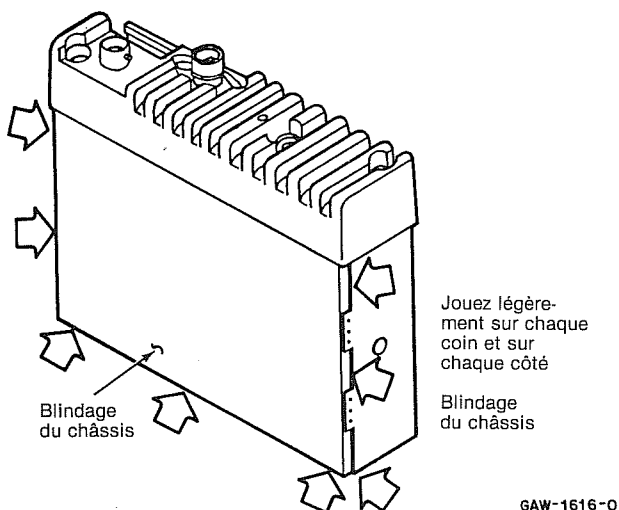

Figure 10
(2) Déposez le couvercle de châssis en jouant légèrement sur chaque coin et sur chaque côté (voir figure 10). Faites attention de ne trop tordre un coin ou un côté.